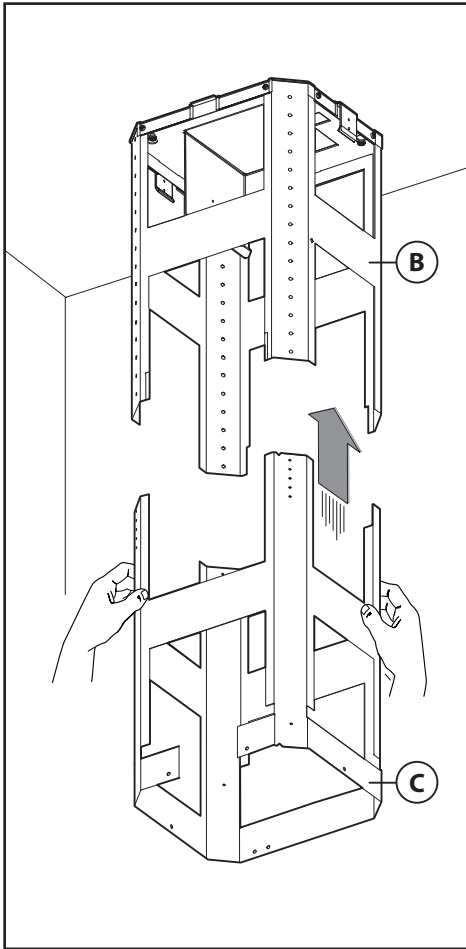

Fig.6
- Tag den nederste del af den teleskopisk formede struktur **C** og indfør den i den øverste del **B** (Fig.6).